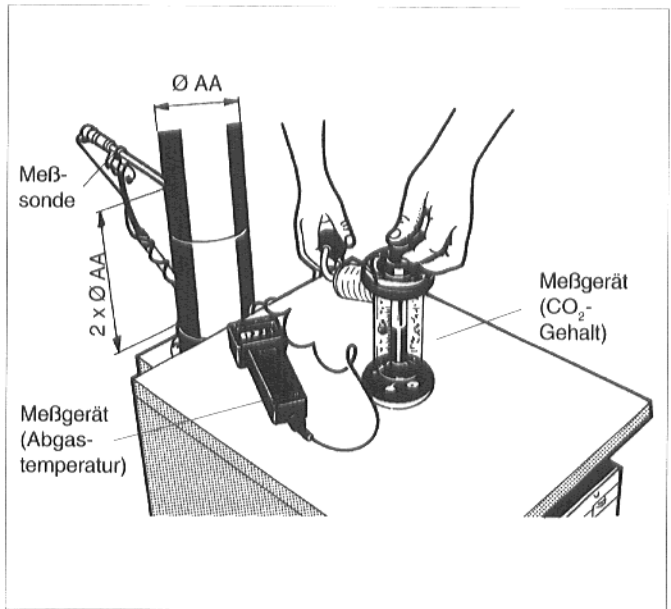

Abb. 10: Meßstelle im Abgasrohr
- Bringen Sie im Abgasrohr, ca.  $2 \times \varnothing AA$  nach der Strömungssicherung an der dem Kessel abgewandten Seite, eine Bohrung an (Abb. 10).